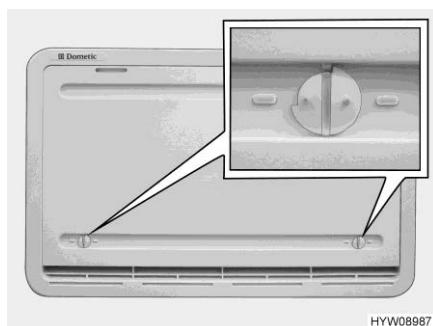

Bild 185 Vinterskydd
Vinterskydd När kylskåpet ska vara i drift vid låga utetemperaturer, rekommenderar tillverkaren användning av ett vinterskydd (Bild 185) för kylskåpets ventilationsgaller.
- Öppna båda lås (Bild 185) (noten står horisontellt).